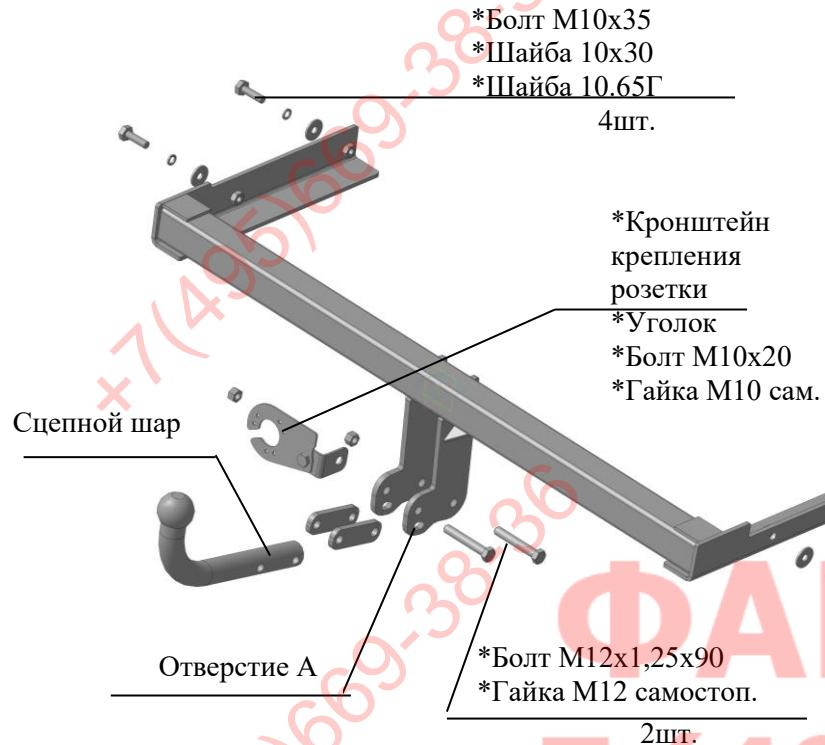

Рис.1 Тягово-сцепное устройство ТСУ 9131.
2.1 ТСУ 9131 в сборе (рис.1)
2.2 Пакет с комплектующими (см. рис.1)
4.6 Установить сцепной шар и кронштейн крепления розетки (предварительно собрав кронштейн, как показано на рис.1), используя болты M12x1,25x90 и гайки самостопорящиеся.